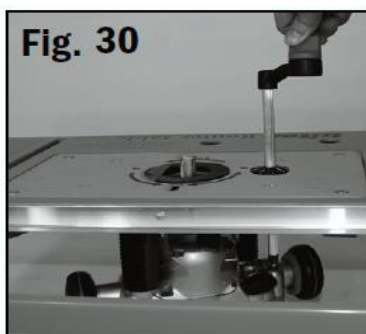

Fig. 30
5. Pro išgręžtą kiaurymę įstatykite nuleidimo - pakėlimo rankenėlę (N) pav.(Fig.30) ir pritvirtinkite prie frezerio kėlimo mechanizmo slankiojančios sistemos.